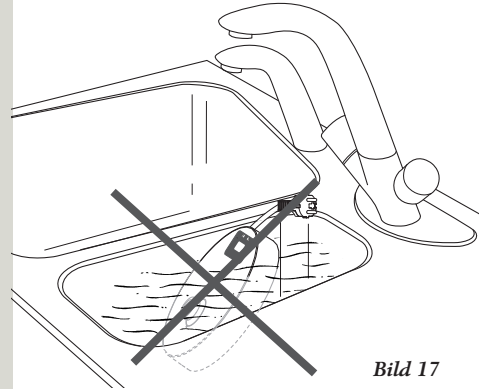

Bild 17
- Tauchen Sie den Anschlusssockel nicht in Wasser. (Bild 17)